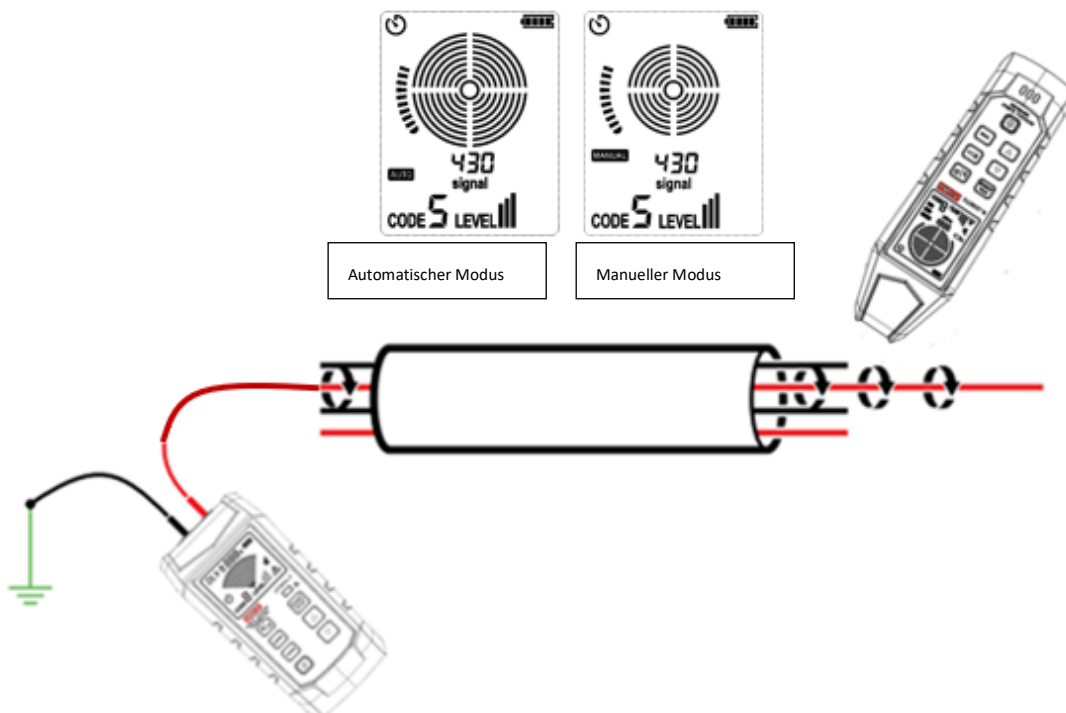

Abbildung 8.8.1a Das spezifische Kabel im Kabelbaum identifizieren
5. Siehe Abbildung 8.8.1a für die spezifische Anwendung.